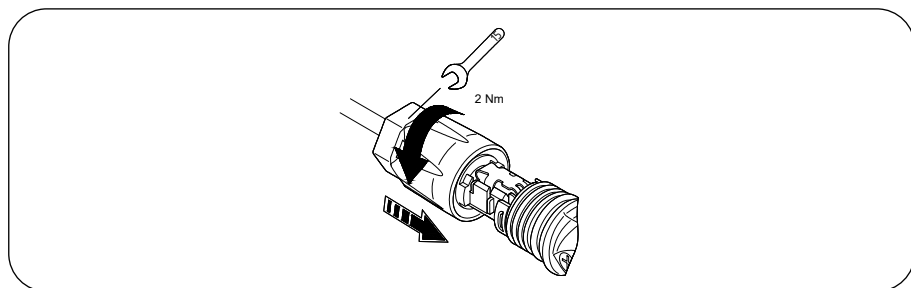

Figura 16
4. Spingere l'inserto nel manicotto e serrare il pressacavo con una coppia di 2 Nm (Figura 16).